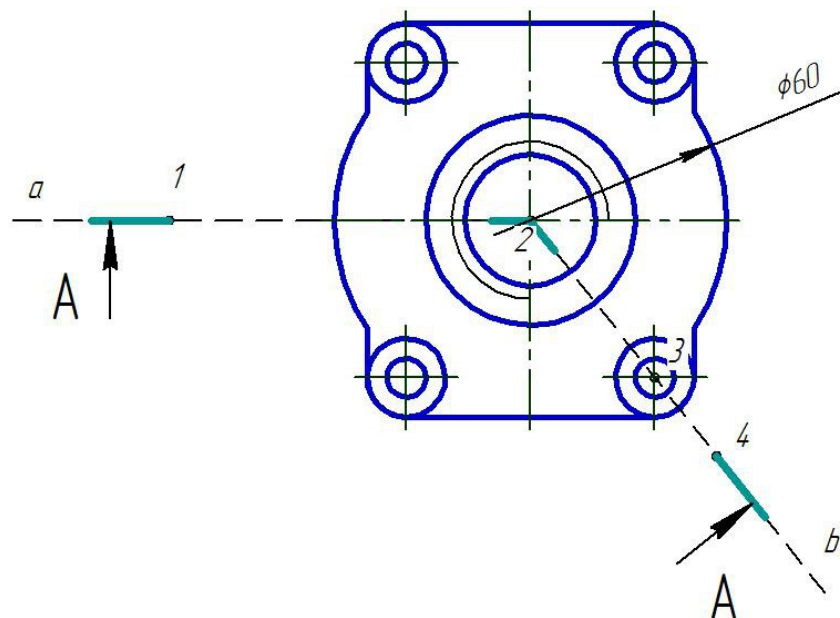

Рис. 1.65. Простановка диаметральных размеров
2. Проставьте диаметральные размеры на «Виде сверху» (рис. 1.65).
- ➔ Задайте положение размерной надписи как показано на рис. 1.65.
#### 1. Обозначьте ломаный разрез «А-А» (рис. 1.65).
- ➔ Перемещая курсор с фантомом стрелок разреза, добейтесь того, чтобы они были направлены так, как показано на рис. 1.65. Щелчком ЛКМ зафиксируйте их.